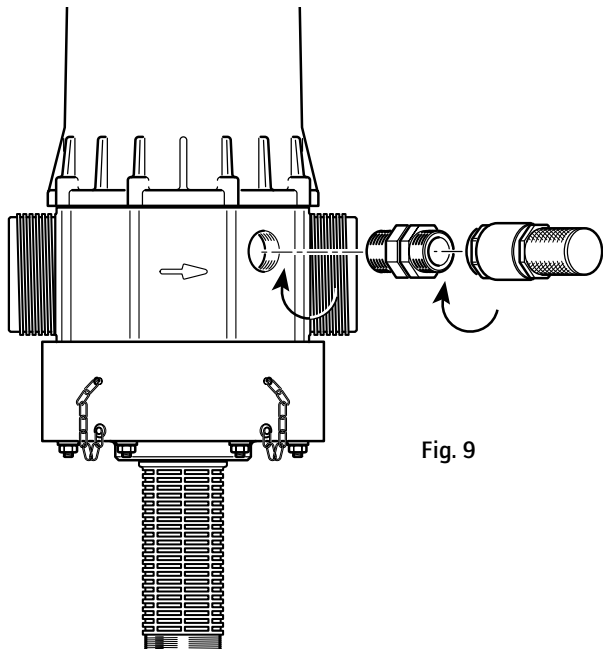

Fig. 9
- Restablece automáticamente la presión atmosférica en la instalación en caso de depresión accidental* (**Fig. 9**). Su utilización depende de la reglamentación sanitaria vigente en nuestro país.